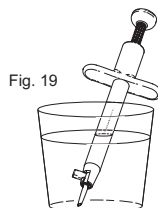

Fig. 19
- O injetor totalmente montado é colocado com a ponta voltada para baixo num recipiente de BSS para manter a hidratação da lente. (Fig. 19)